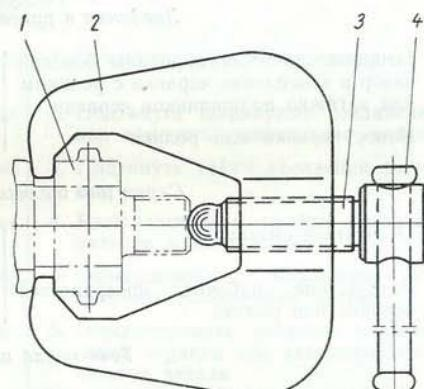

Рис. 203. Съемник сошки:
8. Отвернуть гайку крепления сошки руля и снять съемником (рис. 203) сошку.